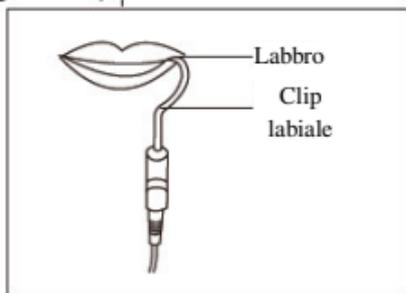

Figura 15
4.2.4 Agganciate la clip labiale sul labbro del paziente e assicuratevi che si sia creato il contatto elettrico necessario (Figura 15).